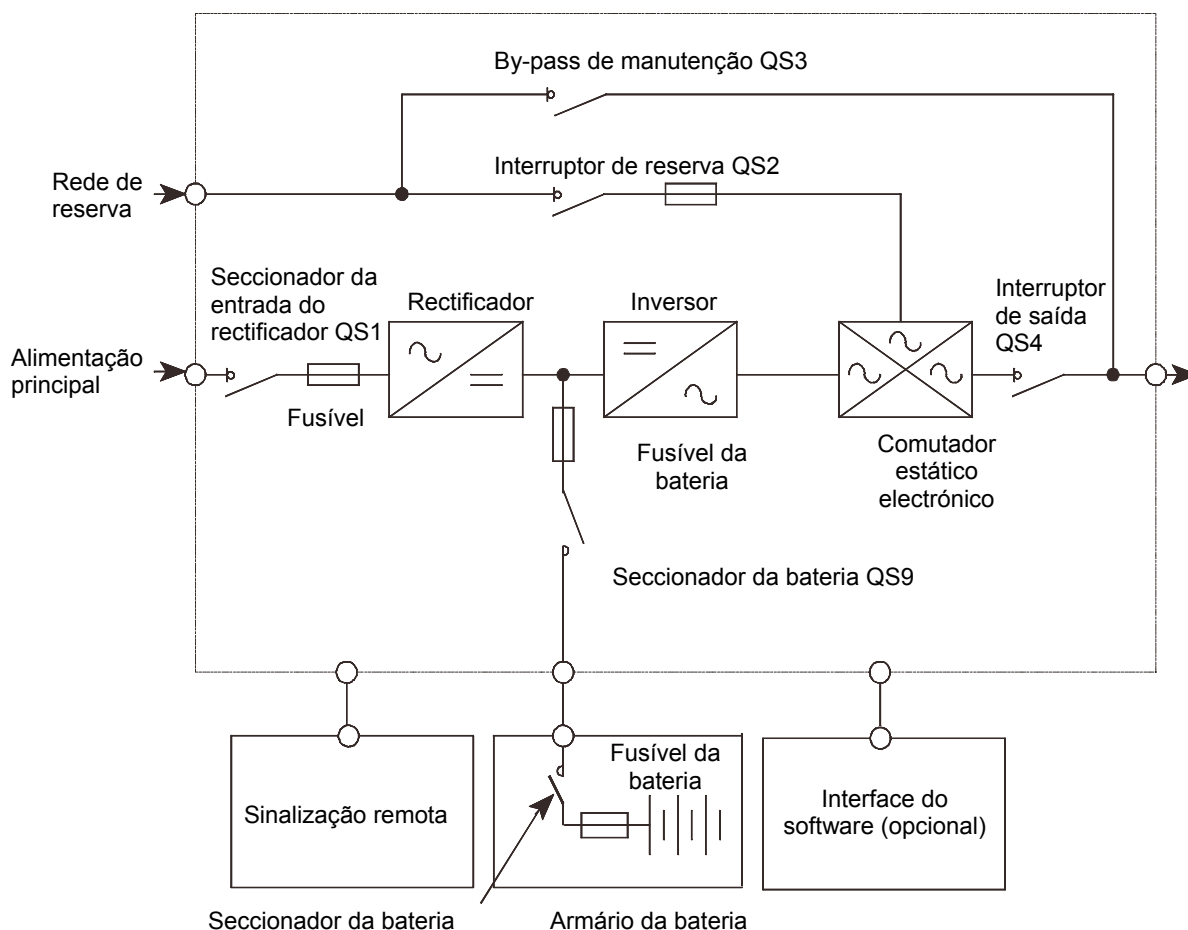

Fig. 41 – Vista global dos componentes na unidade do UPS
Em caso de falta total ou parcial da alimentação principal em corrente alternada, irá tocar um alarme interno. O sistema 90-NET continuará sem interrupções a fornecer a alimentação para a carga desde a bateria hermética. A duração irá depender da capacidade da bateria e da carga de saída. O alarme acústico e a indicação da autonomia disponível permitem que o utilizador desligue a carga sem pressa. Quando reactivar a alimentação de rede em corrente alternada, o 90-NET recarga automaticamente as baterias para que possam enfrentar qualquer emergência de falha na rede. O painel do display permite o acesso para informações extremamente pormenorizadas relativas ao estado da alimentação e do 90-NET. Para mais informações, consultar este manual. O diagrama do bloco (Fig. 41) mostra as características principais do UPS 90-NET. A alimentação trifásica em corrente alternada é rectificada para fornecer corrente directa para manter a carga da bateria e para alimentar a energia para o Inversor que converte a tensão contínua em corrente alternada trifásica.
- Se QS1, QS9, QS2 e QS4 estiverem ligados e QS3 (ver a Fig. 41) estiver desligado, o UPS encontra-se no modo de funcionamento “on-line”. Dependendo das condições de alimentação e de carga, o dispositivo pode comutar-se automaticamente para o “Funcionamento com Bateria” ou “Funcionamento com Reserva”.